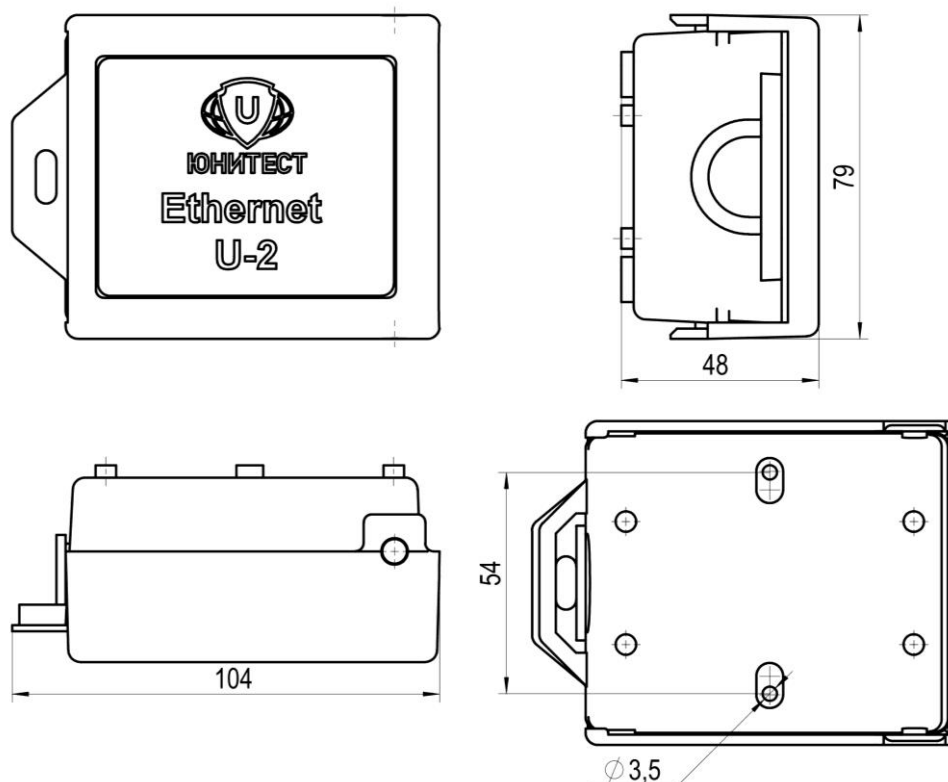
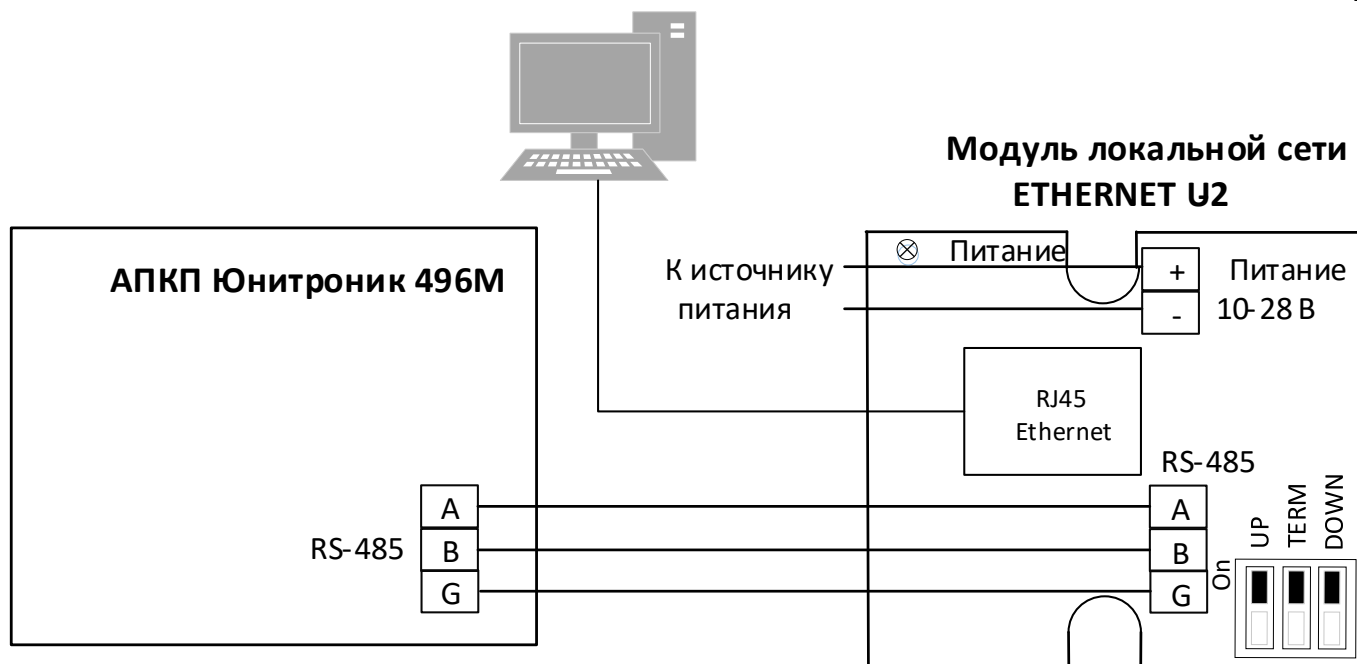

Рис.1. Габаритные и установочные размеры модуля.
Рис. 2. Назначение клемм модуля локальной сети ETHERNET U-2.
2.1.2. Габаритные и установочные размеры модуля показаны на рис.1, принципиальные схемы подключения - на рис.2.
2.1.3. Проложить провода согласно проекту. Установить модуль, руководствуясь установочными размерами рис.1.
2.1.4. Подключить модуль к линии связи с АПКП (RS-485) и к блоку питания (рис.2). Подключить «терминатор», установив на плате переключатель "TERM" в положении On. При установке в линии нескольких внешних устройств «терминатор» устанавливаются на самых дальних, крайних в линии устройствах, на остальных устройствах в линии "терминатор" отключают.